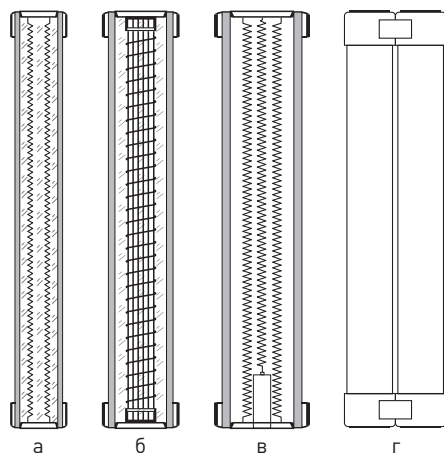

Рис. 3. а – патрон ПТ-1.1, ПТ-1.2, б – патрон ПТ-1.1, ПТ-1.2 с керамическим сердечником, в – ПТ-1.1, ПТ-1.2 с указателем срабатывания, г – патрон ПТ-1.3
2.3.1 Патроны ПТ-1.1, ПТ-1.2 (рис. 3, а, б, в) состоят из: термоустойчивой, покрытой глазурью фарфоровой трубки; контактных колпачков; наполнителя (кварцевый песок); плавких вставок; керамического сер-
2.3.2 Патрон ПТ-1.3 (рис. 3, г) представляет собой спаренные патроны ПТ-1.2.